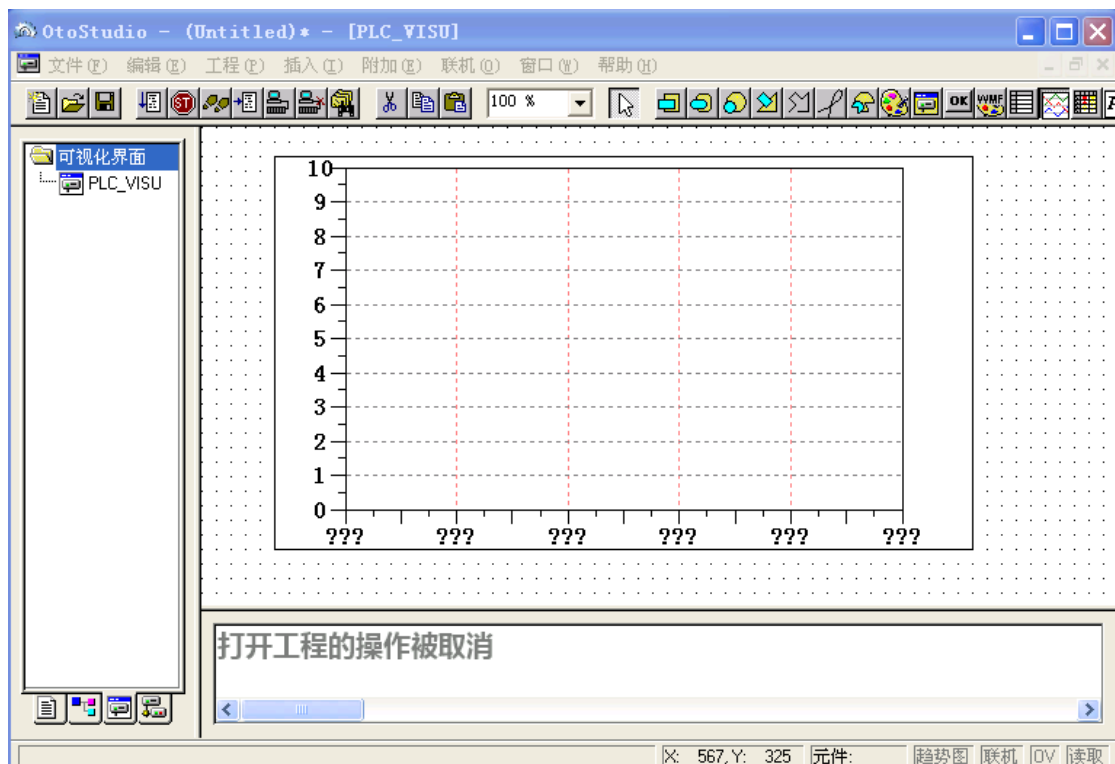

图 3-10
- 2) 在如图3-10 所示中，单击“示波器”图标，在空白处画出要添加的对象的区域后，